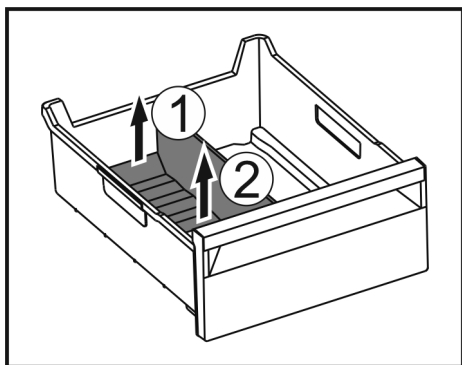

Fig. 99
- Sollevare la parte posteriore del divisore dello scomparto del ghiaccio. Fig. 99 (1)
- Rimuovere il divisore dello scomparto del ghiaccio verso l'alto. Fig. 99 (2)